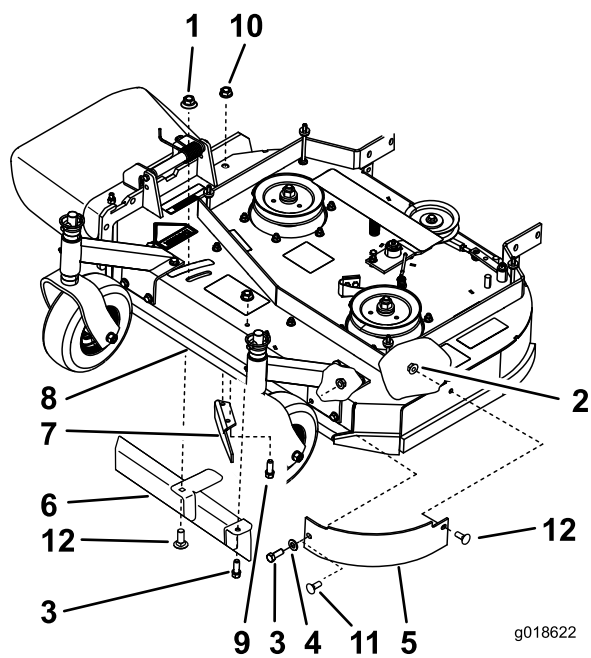
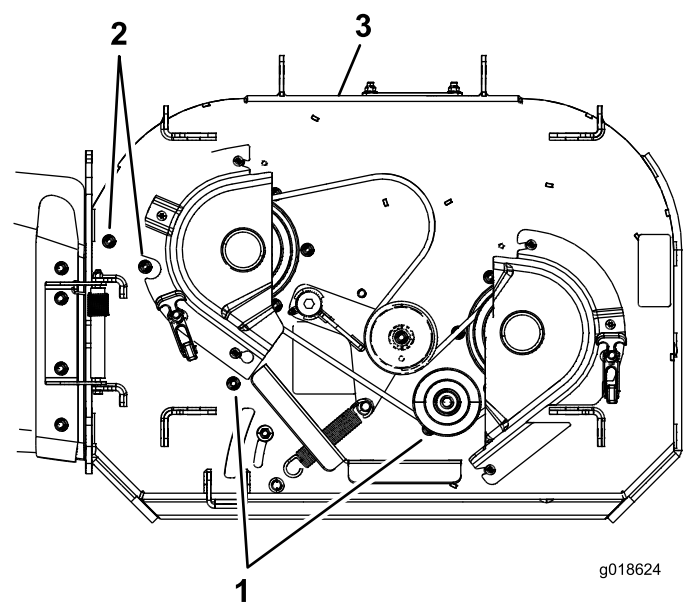

Figura 3
Figura 4
1. Retire la cubierta de las correas de la carcasa de corte (Figura 3).
2. Retire los pernos, las arandelas y las tuercas con arandela prensada que sujetan el deflector delantero izquierdo en su lugar (Figura 3).
4. Retire los pernos y las tuercas con arandela prensada que sujetan el deflector de descarga en su sitio (Figura 3 o Figura 4). Instale las tuercas y los pernos para tapar los taladros después de retirar el deflector.
5. Retire la tuerca grande con arandela prensada o el bloqueo de leva y la arandela desenroscándolos del deflector de flujo ajustable (Figura 3).
6. Retire el perno que sujeta el deflector de flujo ajustable en su lugar (Figura 3).